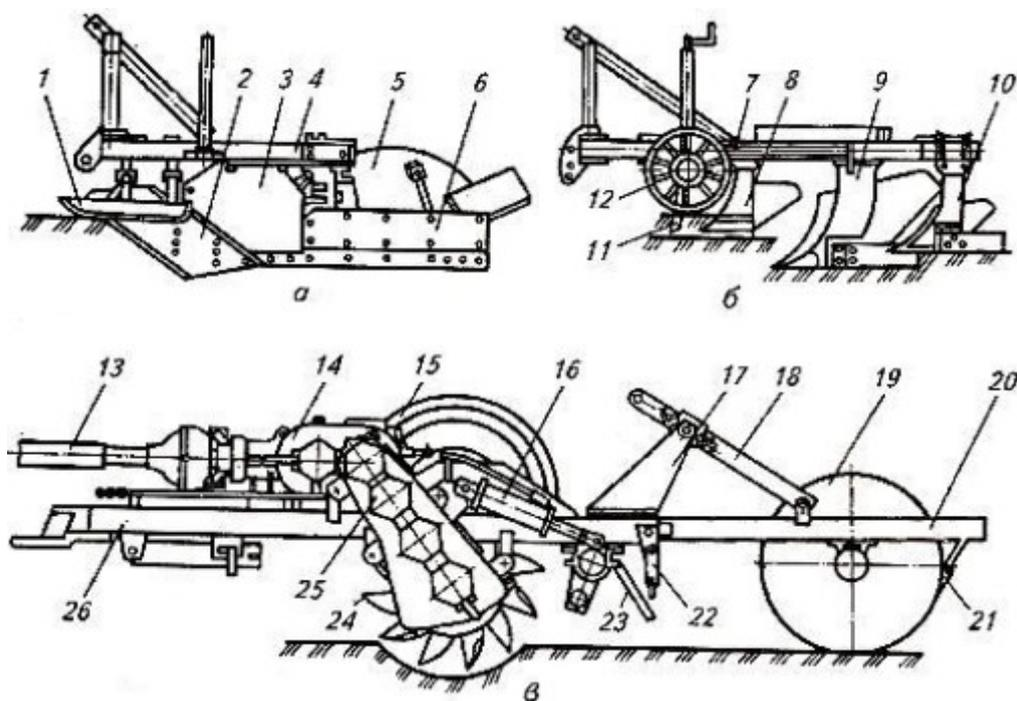

Рис. 2. Машины для первичной обработки почвы.
**Кустарниково-болотные плуги (ПКБ-75Г, ПБН-75, ПБН-100А)** изготавливаются однокорпусными, для предотвращения их забивания кустарником. Плужный корпус (5) [рис. 2, А] оснащён полувинтовым отвалом с распорками (необходимы для жёсткости), пером, а также полевой доской (6) с уширителем.
**Выкорчёвывание** крупных корней и мелких пней на минеральных почвах производится посредством черенкового ножа. Мелкие корни деревьев на торфяных почвах удаляются дисковым ножом, а для земель, которые засорены погребённой древесиной и порослями кустарников применяется плоский нож, снабжённый опорной лыжей, которая не только является опорой плуга (в рабочем положении), но также и придавливает кустарник к поверхности земли для её лучшего прорезания. Смонтированный в плоскости ножа (2) щиток (3) служит для защиты корпуса плуга от забивания кустарником.
**Трёхъярусные плуги** [рис. 2, Б] используются для улучшения подзолистых и солонцовых почв.
**Прицепная фреза** имеет большую универсальность, в её основе лежит комбинированная машина, состоящая из фрезерного барабана (24) [рис. 2, В)], граблей (23) и катка (19). Регулировка глубины обработки почвы фрезой осуществляется посредством изменения положения прикатывающего катка (19) по отношению к раме (26) фрезы. Для этого следует переставить штырь в одно из отверстий штанги (18), которое совмещено с отверстием в кронштейне (17).